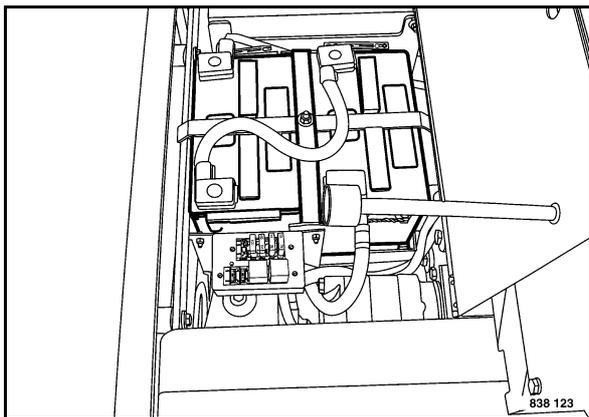

Fig. 177
- Smontare la batteria (Fig. 177) e pulire il vano batteria.